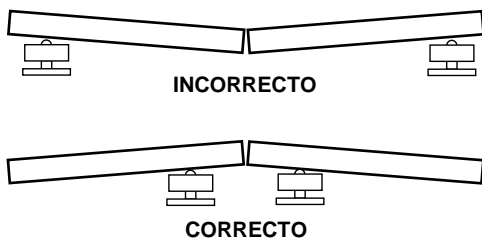

Figura 6 – Posición en que deben colocarse los portatubos para que la sección del tubo no quede apretada contra la rueda de corte
1. Como se muestra en la *Figura 6*, el Cortatubos y los portatubos deben colocarse de tal forma que la sección del tubo cortado tienda a resbalar alejándose del aparato y la rueda de corte. Si el tubo queda atrapado en la rueda de corte, ésta se dañará.